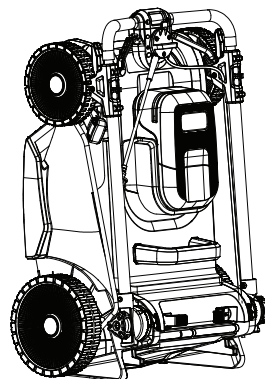

Rys. 23
7. Zaleca się przechowywanie kosiarki z zamontowanym koszem na trawę (8) oraz zainstalowaną wkładką mulczującą (24) (rys. 23).